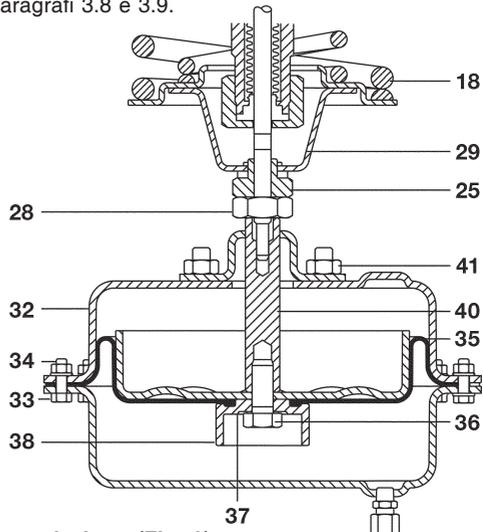

Fig. 8 - DN32 ÷ 50 (1¼" ÷ 2")
4.4.1 Come sostituire il diaframma dell'attuatore e la rondella di tenuta (Fig. 8)
- Togliere viti e dadi (33, 34) dalla cassa dell'attuatore e smontare la cassa dell'attuatore (32).
- Svitare la vite di bloccaggio stelo dell'otturatore (36) e togliere nell'ordine: vite, disco di bloccaggio (38), rondella di tenuta (37), diaframma (35) e stelo (40).
- Montare il nuovo diaframma (35).
- Rimontare bulloni e dadi della cassa e serrarli con la coppia consigliata nel paragrafo 4.2. Fissare il gruppo attuatore alla valvola serrando i dadi di montaggio dell'attuatore (41) con la coppia di serraggio consigliata nel paragrafo 4.2.